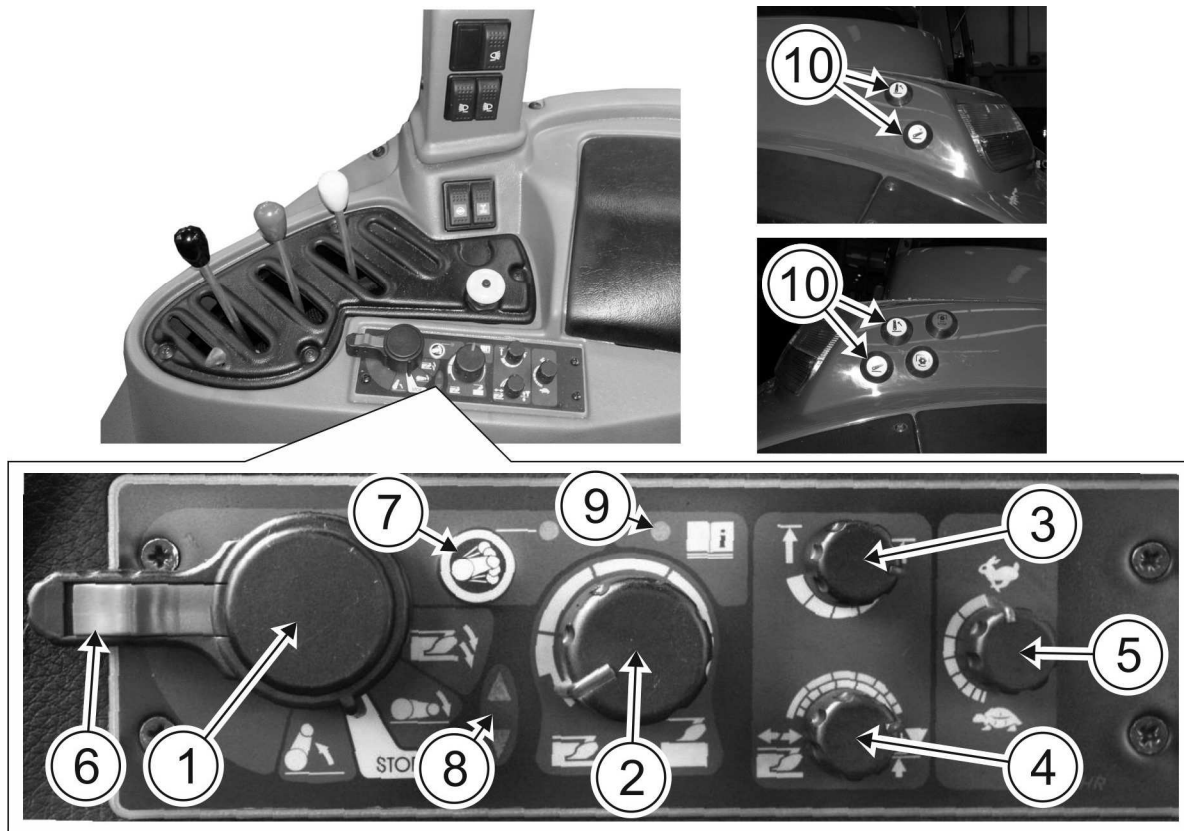

ABB. 4.21 Bedienpult für elektrohydraulisches System EHR.
Steuerung des elektrohydraulischen Systems der hinteren Dreipunkthydraulik erfolgt vom Bedienpult aus(**ABB. 4.21**) (rechts am Bedienerstz) und mit den zusätzlichen Tasten**10 (ABB. 4.21)** für Hochheben und Senken der unteren Zugstangen, die sich an beiden hinteren Kotfügeln des Schleppers befinden (sie werden während der Ankopplung der Ackermaschinen verwendet).
- Mit dem Drehknopf **4 (ABB. 4.21)** die Regulierungsmethode je nach Feldarbeiten wählen (Regulierung nach der Position, Regulierung nach der Kraft, gemischte Regulierung));
Der Betrieb des Schleppers bei defekter Hydraulikpumpe ist verboten, wenn die Kontrollleuchte 8 (ABB. 4.21) nach dem Hochheben des Gerätes nicht erlischt.
- den Hebel 1 (ABB. 4.21) auf Position „Hochheben“ verschieben (Das Gerät hebt in die äußerste obere Position)
- Die Funktion der Schwingungsdämpfung ist nur beim Versetzen des Hebels 1 (ABB. 4.21) auf Position „Hochheben“ aktiv.